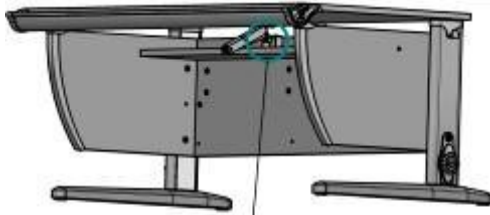

Рис. 24
4.10.1. Фиксатор столешницы BED HINGE DELTA 200 (поз. 1 пакет №9) нижней частью ввести в кронштейн DL214, верхней в кронштейн DS252. (Согласно рис. 24; 24а; 24б)
Рис. 24а